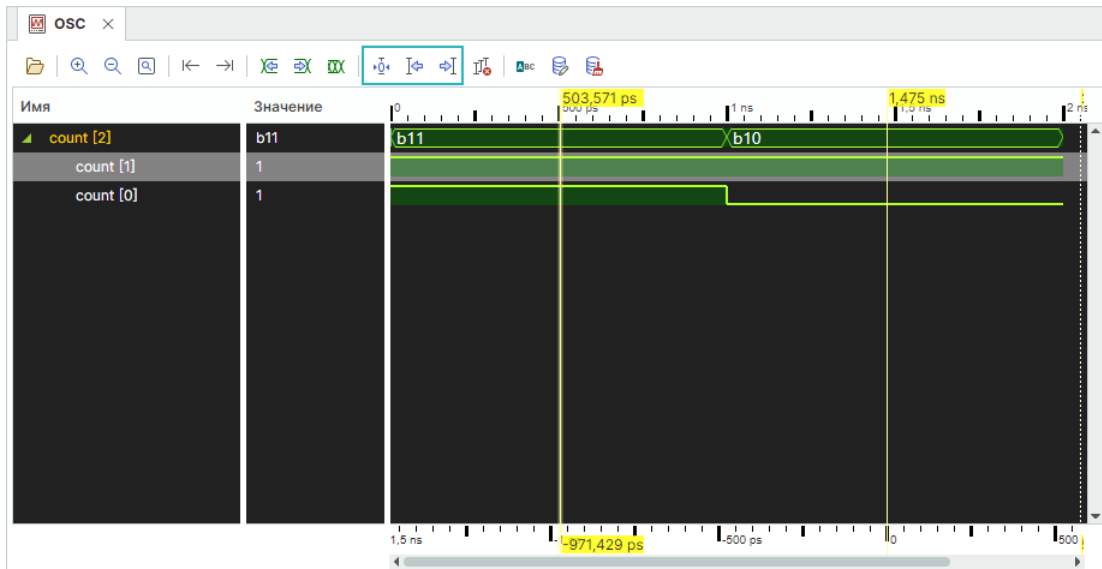

Рис. 46 Расположения кнопок для перемещения по курсорам
- Использование курсоров для анализа данных. Если установлен один курсор и более. Размещение курсора выполняется двойным кликом в области отображения данных, см. Рис. 46.